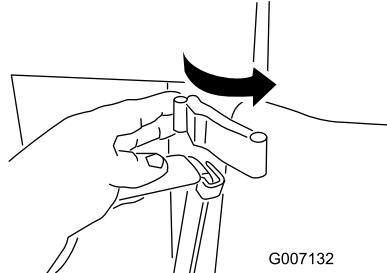

Figura 39
1. Tire de los cierres de ambos lados de la unidad de tracción hacia fuera y hacia adelante (Figura 39).
2. Enganche los cierres sobre los soportes laterales y ciérrellos (Figura 39).